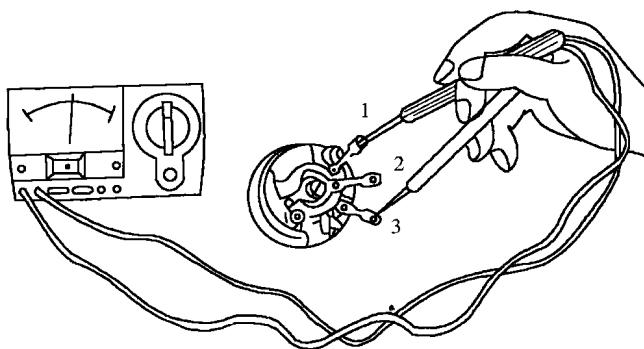

图 1-4 电位器的检测
(1) 选择好万用表欧姆挡的量程。
(2) 先按图 1-4 所示方法测“1”、“3”两端,其读数应为电位器的标称阻值。
(3) 然后,同样用万用表的欧姆挡测“1”、“2”或“3”、“2”两端,将电位器的转轴逆时针旋转,指针应平滑移动,电阻逐渐减小;若将电位器的转轴顺时针旋转,电阻值应逐渐增大,直至接近电位器的标称值。
(4) 如在检测过程中,万用表指针有跳动现象,说明活动触点有接触不良的故障。